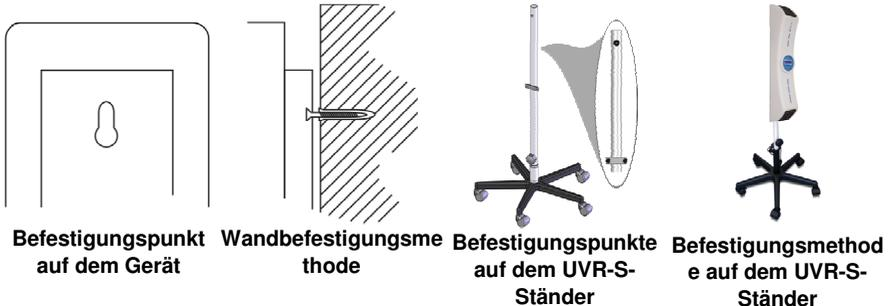

Abb.3 Gerätbefestigungsmethoden
- Befestigen Sie das Gerät an der Wand mit der Schraube und dem Dübel oder auf einem abnehmbaren UVR-S-Ständer (Fig.3).